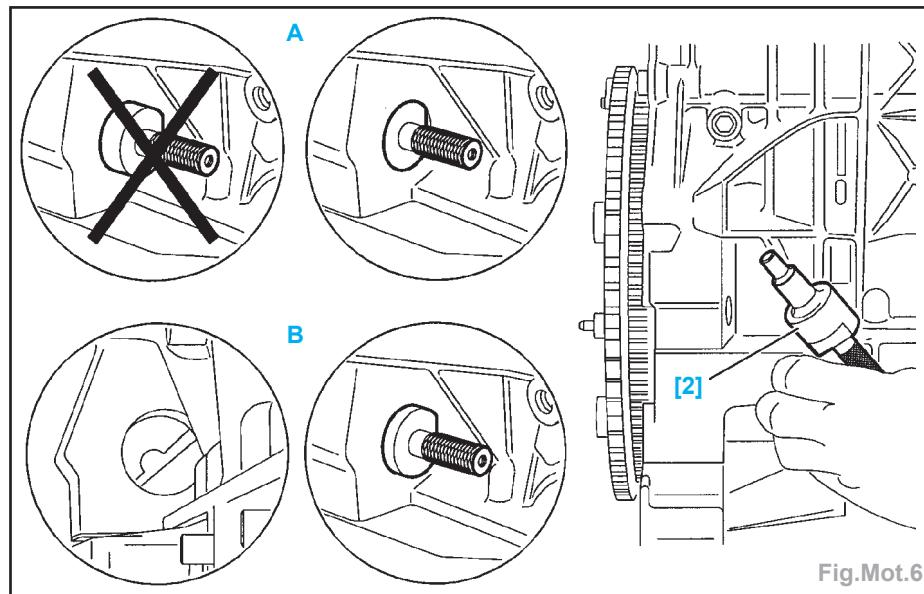

Fig. Mot.6
- Tourner le moteur à l'aide de la vis (5) de pignon de vilebrequin jusqu'à l'amener en position de pigeage.
- Piger le moteur, à l'aide de l'outil [2] (Fig. Mot.6) :